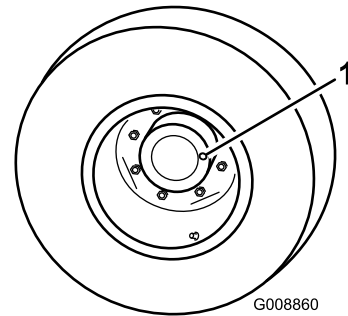

Figura 52
1. Con la máquina en una superficie nivelada, coloque la rueda con un tapón de verificación (Figura 52) en la posición de las 12 y el otro en la posición de las 3.
1. Tapón de verificación/drenaje (2)
2. Retire el tapón de la posición de las 3 (Figura 52).
2. Retire el tapón de verificación/llenado del lado izquierdo de la caja de engranajes (Figura 52) y asegúrese de que el lubricante llega al borde inferior del orificio. Si el nivel es bajo, añada suficiente lubricante para que el nivel llegue al borde inferior del orificio.